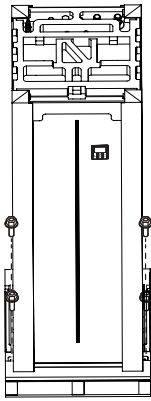

Fig.2-3
- Poistaa neljä ruuvia puisesta pohjasta (Fig 2-3)